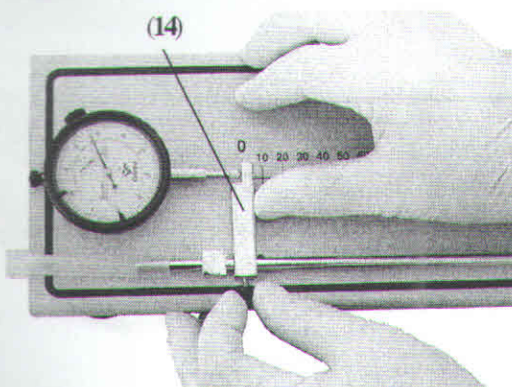

Figura 6
- Posicione o batente móvel fim de curso (14) sobre o zero da escala - Figura 6.